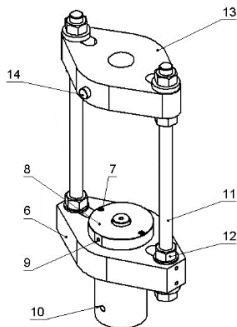

Рис.2 Выпрессовщик в сборе.
- 4.1 Выпрессовщик в сборе состоит из: гидроцилиндра поз.8 закреплённом на корпусе поз. 6, шпильки поз. 11, траверсы поз.13, гаек поз.12, фиксатора оправок поз.14 (рис.2) Шток гидроцилиндра приводится в действие через присоединение поз. 10. Возврат штока осуществляется пневматически через присоединение поз.9.